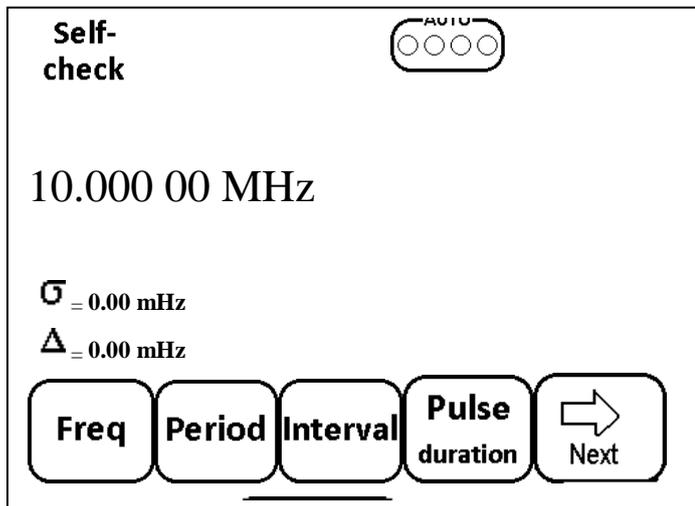

Рис. 6.4 Меню выбора режимов измерения.
- Нажать кнопку меню, поз. 14, при этом на экране ЖК появится меню выбора режимов измерения, см. Рис. 6.4